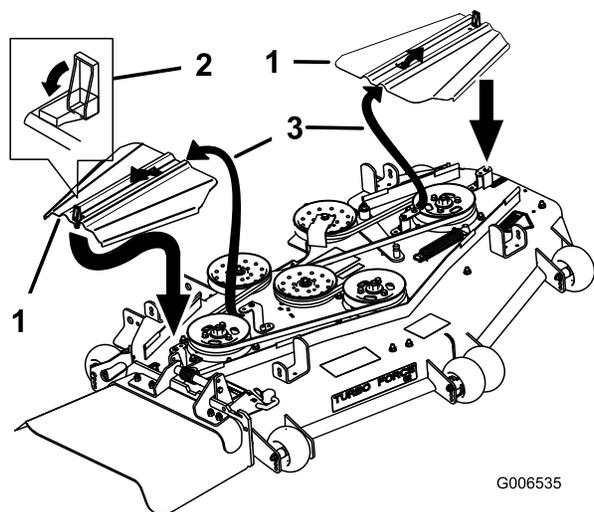

Figura 89
12. Montate i paracinghia infilandole nelle linguette, avvitate i bulloni e chiudete i dispositivi di fermo (Figura 89).